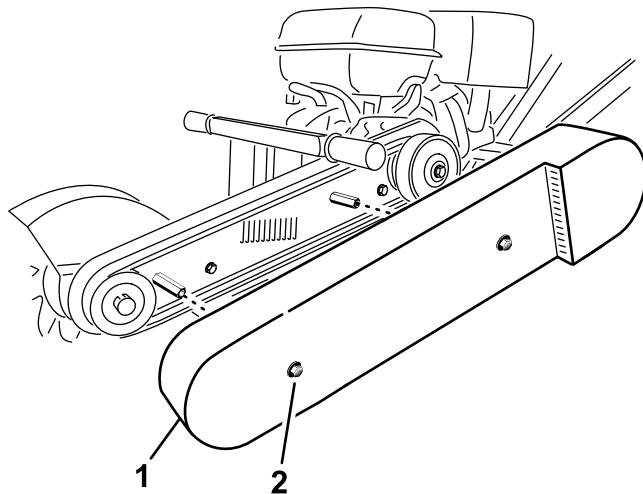

Figura 25
3. Afloje los 2 pernos que sujetan el protector de la correa a la máquina hasta que pueda retirar el protector de la correa (Figura 25).
2. Perno y arandela (2)
4. Retire el protector de la correa (Figura 25).
10. Instale el protector de la correa y apriete los pernos (Figura 25).